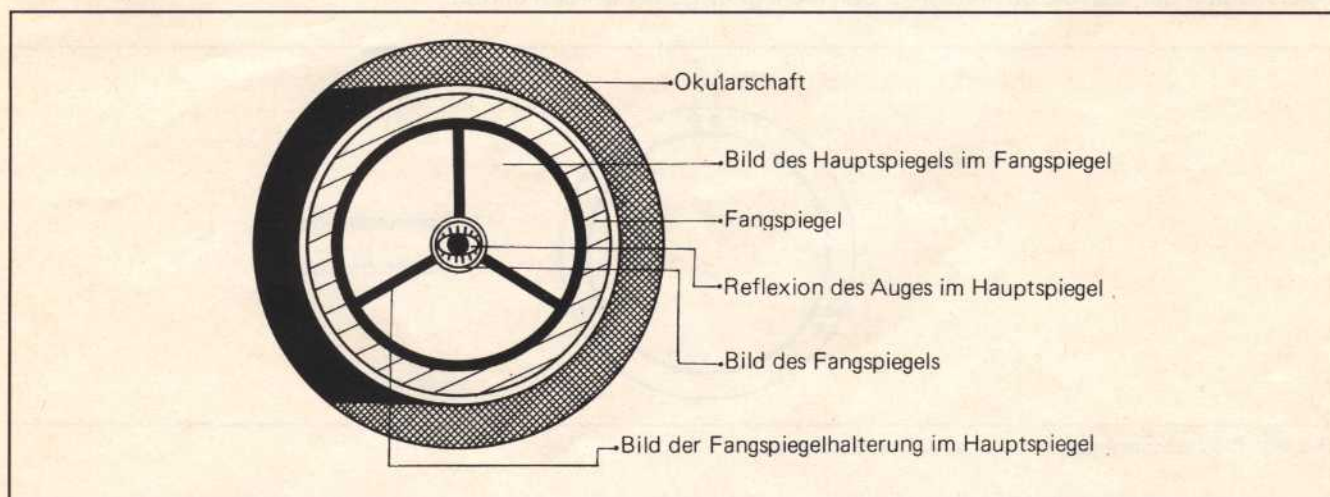

Abb. 46: Perfekt zentriertes Spiegelteleskop
f) Die optischen Komponenten sind nun zentriert, bei Einblick in den Okularstutzen sollten alle Teile konzentrisch angeordnet sein (Abb. 46).